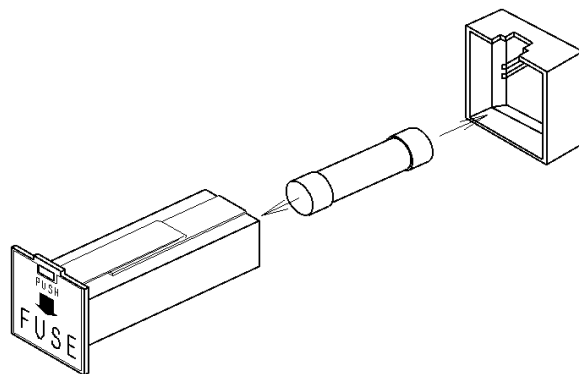

図 2
- (3) 電源ヒューズを指定定格のヒューズと交換します。(図 2)